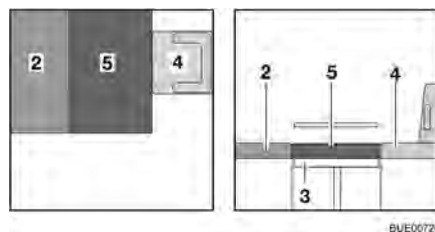

Fig. 107 Después de la transformación
- Colocar el cojín adicional (Fig. 107,5) en la mesa.
- De ser necesario, volver a empujar el asiento del conductor (Fig. 107,4) hacia atrás.